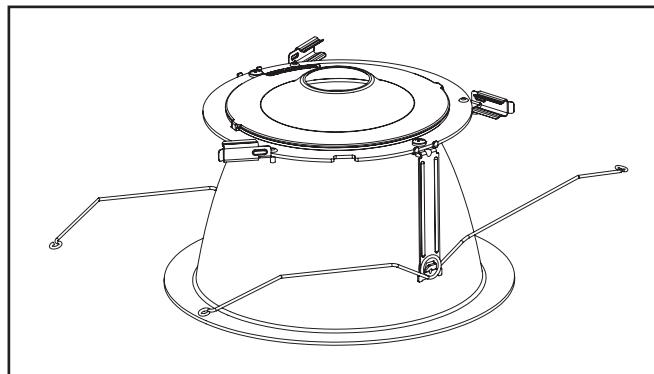

Figura 6
1. Retire el borde inferior del embalaje protector. Gire los tres (3) clips laterales hacia afuera. (Figura 6) Retire el motor del LED del embalaje protector.